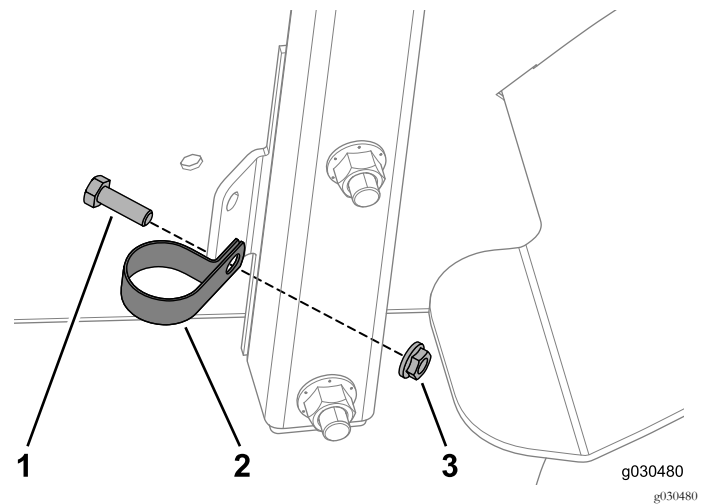

Figure 44
1. Fixez 1 collier en R au support auxiliaire sur le côté droit de la machine à l'aide du boulon (5/16 x ¾ po) et de l'écrou à embase (Figure 44).